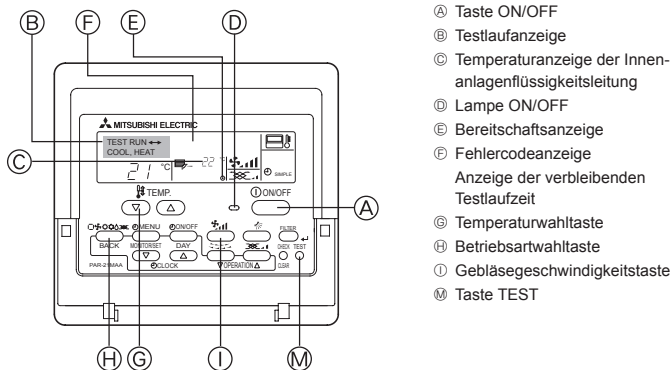

Fig. 6-1
6.2.1. Verwendung der verdrahteten Fernbedienung (Fig. 6-1)
- ① Den Strom mindestens 12 Stunden vor dem Testlauf einschalten.
- ② Die [TEST]-Taste zweimal drücken. ⇒ "TEST RUN"-Flüssigkristallanzeige (LCD)
- ③ Taste [Mode selection] (Wahl der Betriebsart) drücken. ⇒ Vergewissern, daß Luft ausgeblasen wird.
- ④ Taste [Mode selection] (Wahl der Betriebsart) drücken und die Betriebsart Kühlen (oder Heizen) einschalten. ⇒ Vergewissern, daß kalte (oder warme) Luft ausgeblasen wird.
- ⑤ Die Taste [Fan speed] (Luftgeschwindigkeit) drücken. ⇒ Vergewissern, daß die Luftgeschwindigkeit eingeschaltet ist.
- ⑥ Den Betrieb des Gebläses der Außenanlage überprüfen.
- ⑦ Durch Drücken der Taste [ON/OFF] (EIN/AUS) den Testlauf freigeben. ⇒ Stopp
- ⑧ Speichern Sie eine Telefonnummer ein.